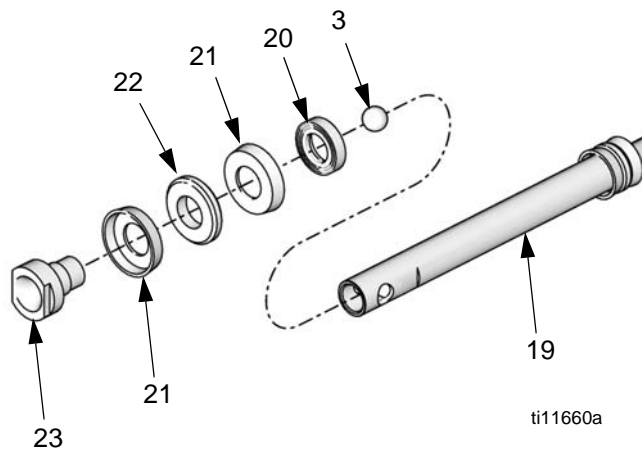

FIG. 17
3. Smörj kolvens tätningar (21) och lager (22) med litumbaserat smörjfett nr 2. Montera den ena kolvtätningen (21) med kanterna vända nedåt, lagret (22) och den andra kolvtätningen (21) med kanterna vända uppåt mot kolven (23). Montera reservbricksan (20) med spåren vända nedåt. Se FIG. 17 på sida 18.
4. Placera kulan (3) högst upp på kolvkroppen (23) och skruva samman kolvkroppen och vätskekolvstången (19). Dra åt till vridmoment 41–48 N•m (30–35 ft-lbs). Skruva fast kolventilhuset (29) på den nedre kopplingsstången (19). Se FIG. 17 på sida 18.
5. Montera tätningen (51) med kanterna vända nedåt i kolvpumpens ram (36) och montera därefter lagret (31).